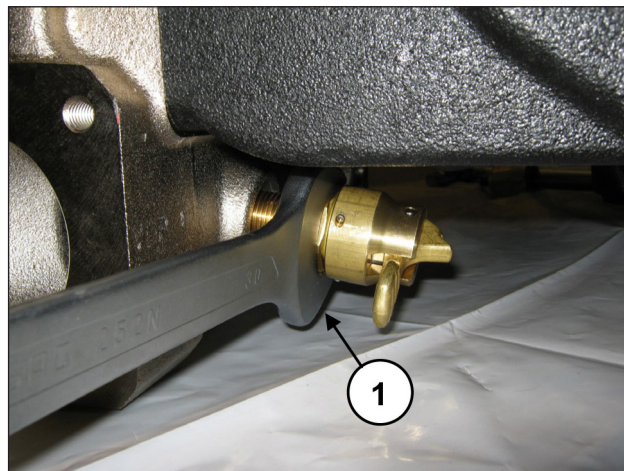

图 141
拧松阀门打开装置· 可使用30毫米的扳手(位置①, 图 141)。